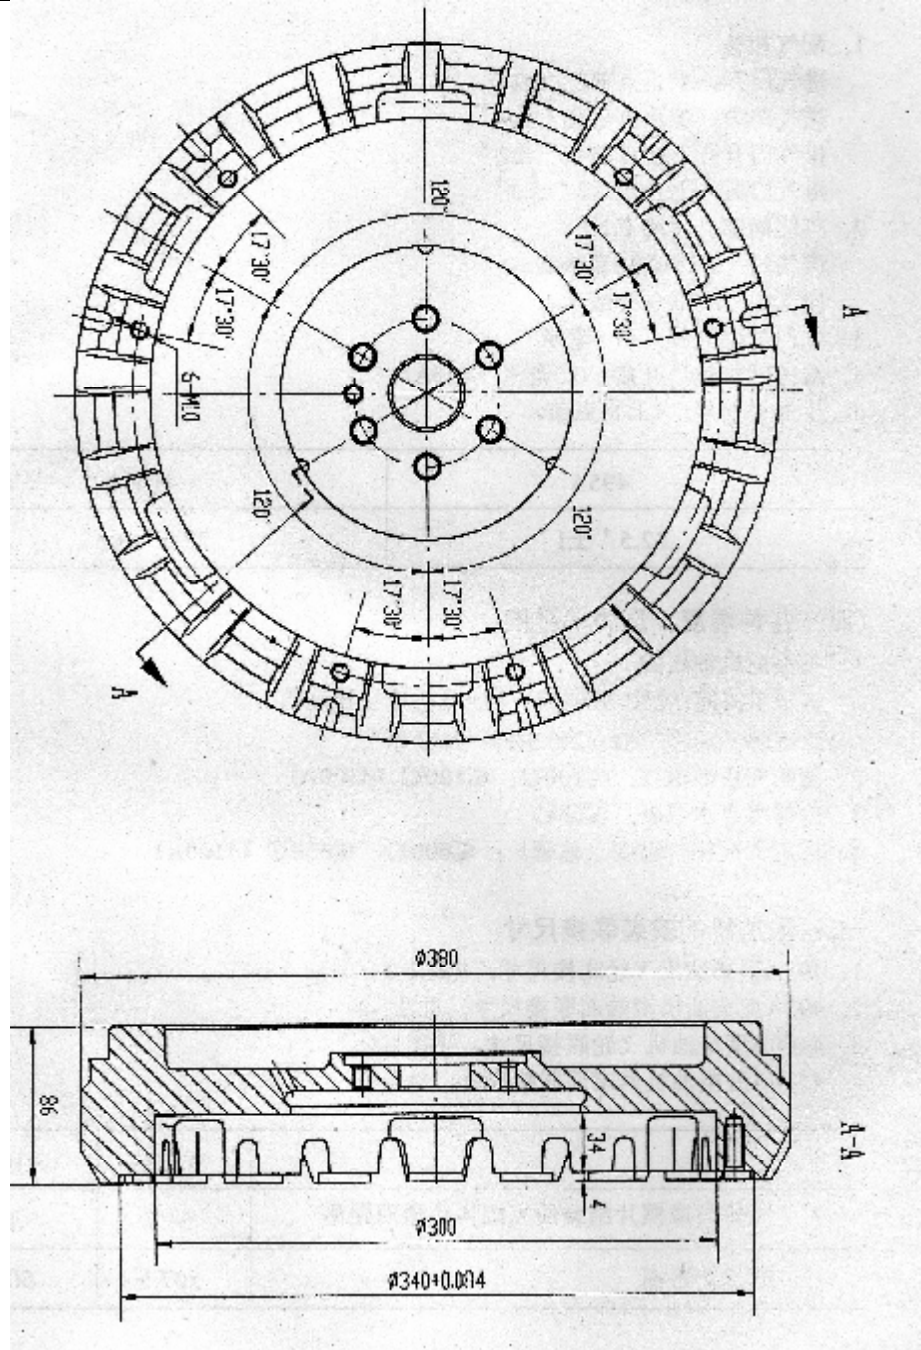

Рис. 1-3 Соединительные размеры маховика модели 495А
1. Размеры маховика модели 195А: см. рис. 1-3